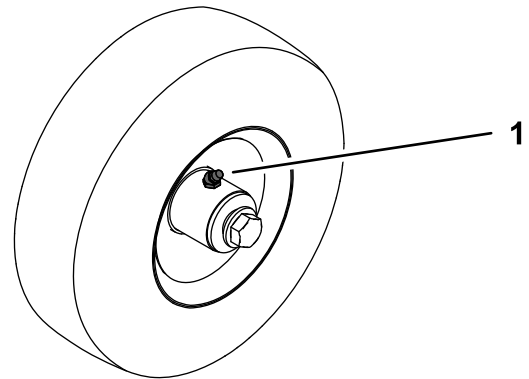
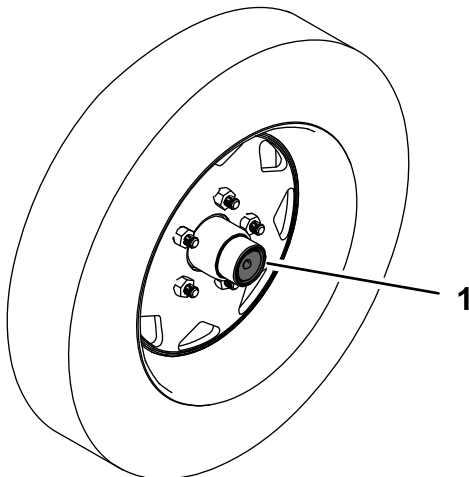

Figura 21
Figura 20
2. Conecte una pistola de engrasar a los engrasadores y bombee grasa en los engrasadores del eje (Figura 20) y de las ruedas giratorias (Figura 21) hasta que empiece a rezumar grasa de los cojinetes.
3. Instale los tapones de goma (Figura 20).
1. Retire los tapones de goma del eje (Figura 20).